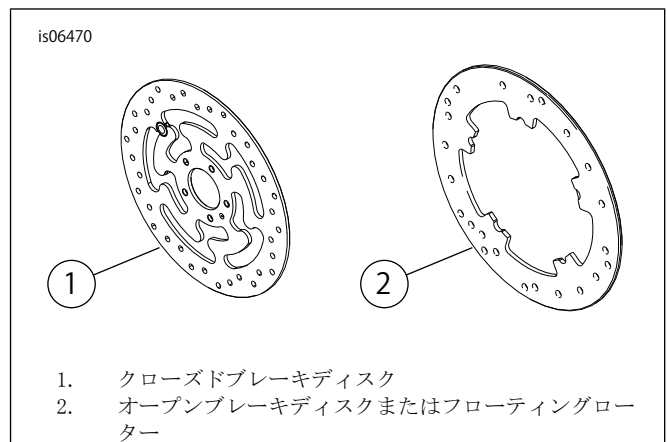

図1. フロントブレーキディスクのスタイル
- ・ ブレーキディスクスクリュー（「図1を参照してください。」および「表1を参照してください。」）